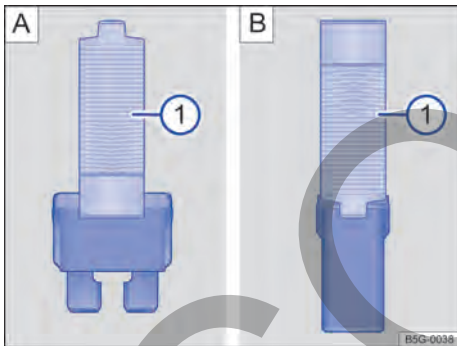

Fig. 195 Retirar o colocar el fusible con la pinza de plástico: A) fusible plano, B) fusible de bloqueo.
- De ser necesario, retirar la pinza de plástico → fig. 195 ⓘ de la cubierta de la caja de fusibles.
- De acuerdo con la versión del fusible, colocar las garras adecuadas del alicate plástico → fig. 195 A) ⓘ o → fig. 195 B) ⓘ de forma lateral en el fusible.